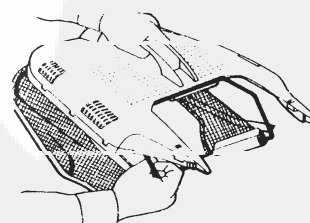

Fig. 10-5
6. Assemblage réussi (Fig. 10-5)